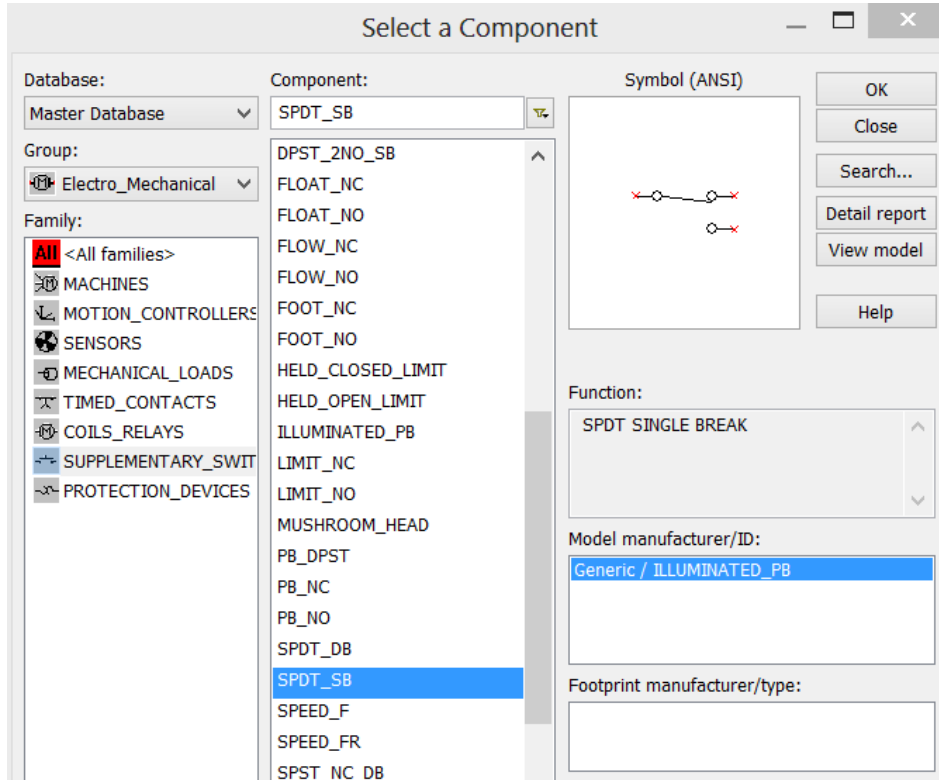

Рис. 6 – Диалоговое окно Component Browser
5. Разместите на схеме два переключателя на два положения. Для этого необходимо: Нажать кнопку **Electromechanical**. Откроется панель с соответствующими компонентами. Выбрать кнопку **SUPPLEMENTARY_CONTACTS**. Откроется диалоговое окно **Component Browser** (рис. 6).
В окне просмотра (рис. 6) **Component Name List** выбрать компонент **SPDT_SB** и поместить два образца этого компонента на схему.